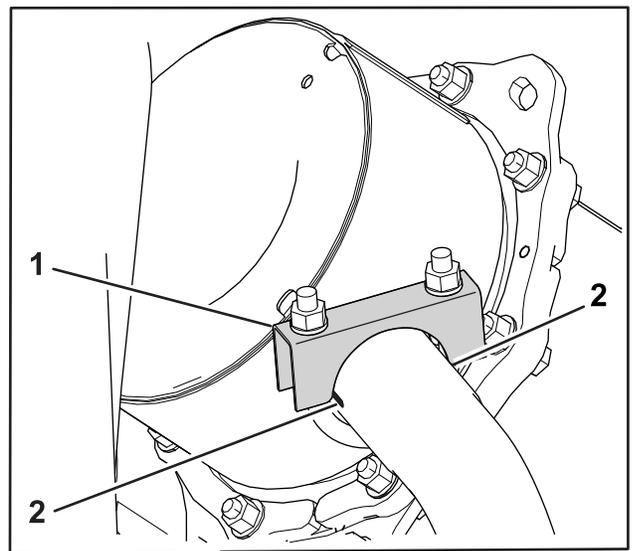

Figura 4
7. Alinhe a abraçadeira com a extremidade do tubo de escape e rode como se mostra na Figura 4.
Nota: Certifique-se de que a superfície de aperto está paralela com as ranhuras no tubo (Figura 4).